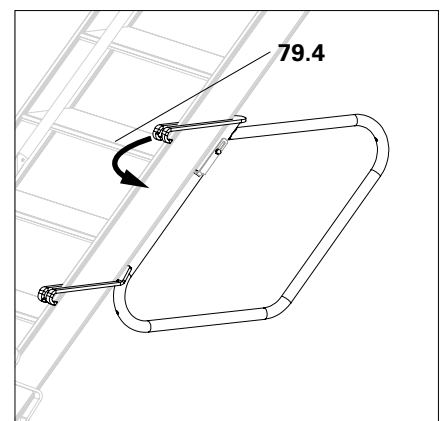

Abb. A8.11b
2. Treppengeländer bis zur Stufe absenken und Einhängungen ganz an die Stufenvorderkante (**79.4**) heranziehen. (Abb. A8.11b)